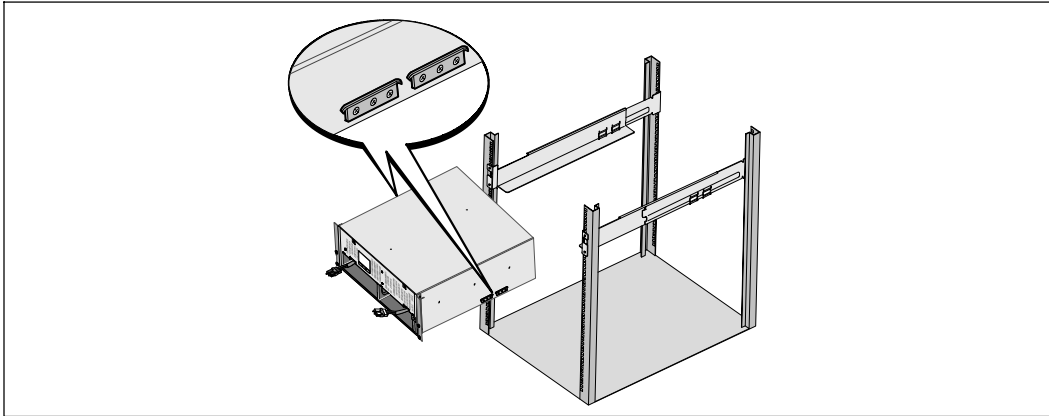

Figure 11. Installation du module
- 6 Faites glisser le module sur les rails et dans la baie (voir Figure 11).